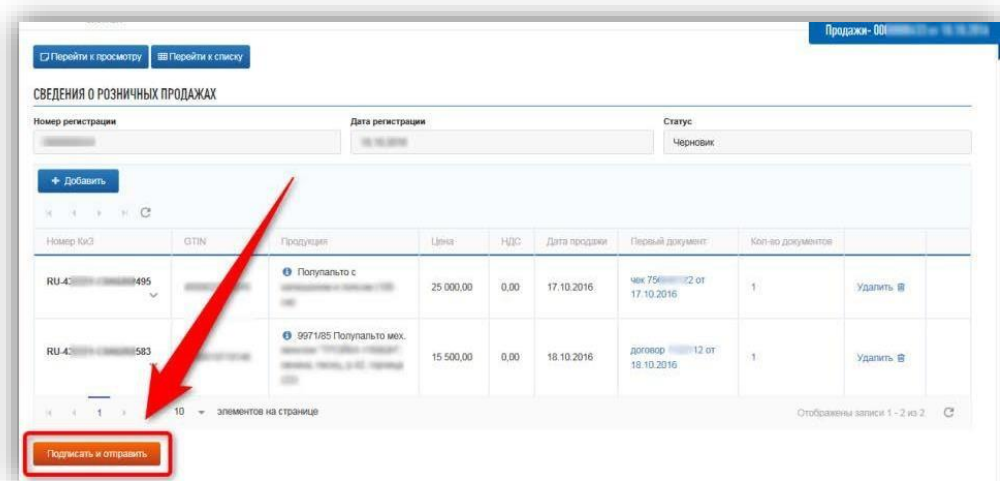

Рисунок 118 – Подписать и отправить
– Когда вся информация о продаже заполнена, нажмите кнопку «Подписать и отправить» (рис. 118).